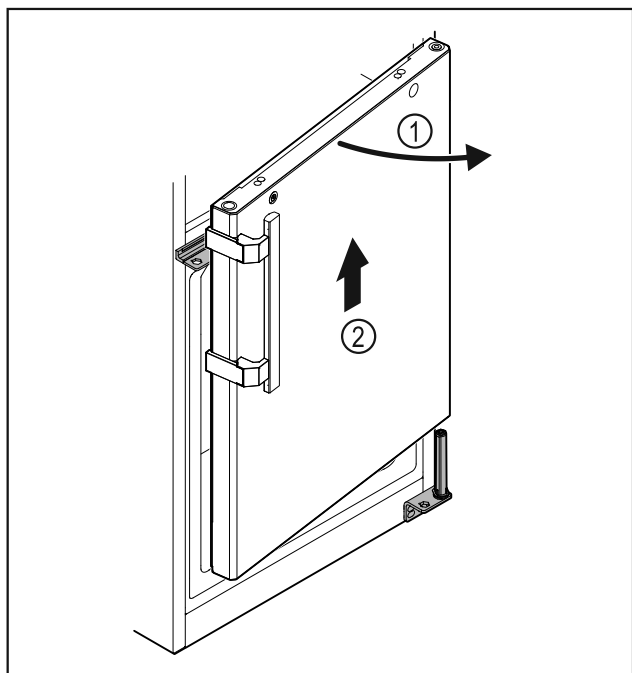

Fig. 33
- Abrir ligeramente la puerta Fig. 33 (1), levantarla aproximadamente 200 mm hacia arriba y retirar Fig. 33 (2).